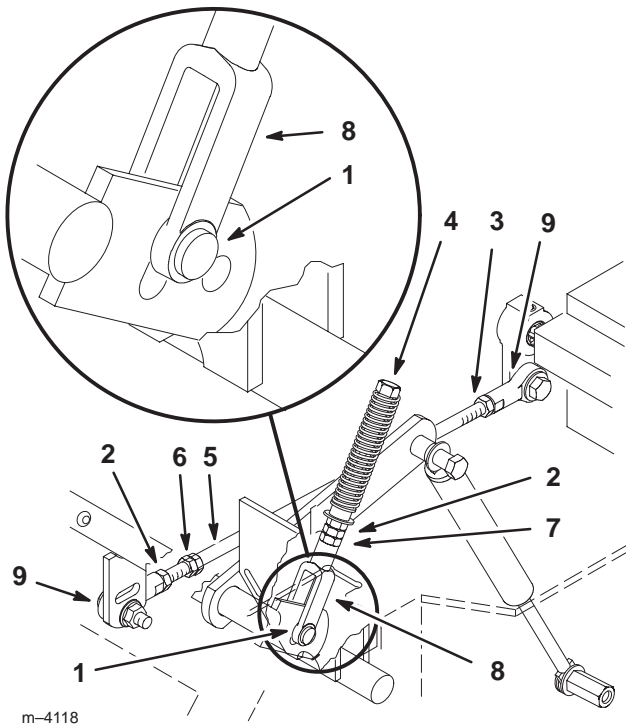

Figure 45
6. Tirez-le ensuite en arrière jusqu'à ce que l'axe de chape (situé sur le bras au-dessous de l'axe de pivot) touche l'extrémité de la fente (c.-à-d. commence juste à appuyer sur le ressort) (Fig. 45).
8. Si un réglage s'impose, desserrez l'écrou et l'écrou de blocage vissés contre la chape (Fig. 45).
10. Serrez l'écrou et l'écrou de blocage (Fig. 45).
1. Desserrez les contre-écrous sur les rotules de la tige de commande de la pompe (Fig. 45).
3. Réglez la longueur de la tige de pompe en tournant les doubles écrous dans le sens voulu, jusqu'à ce que la roue soit immobilisée ou tourne légèrement en marche arrière (Fig. 45).
6. Serrez les écrous contre les rotules (Fig. 45).